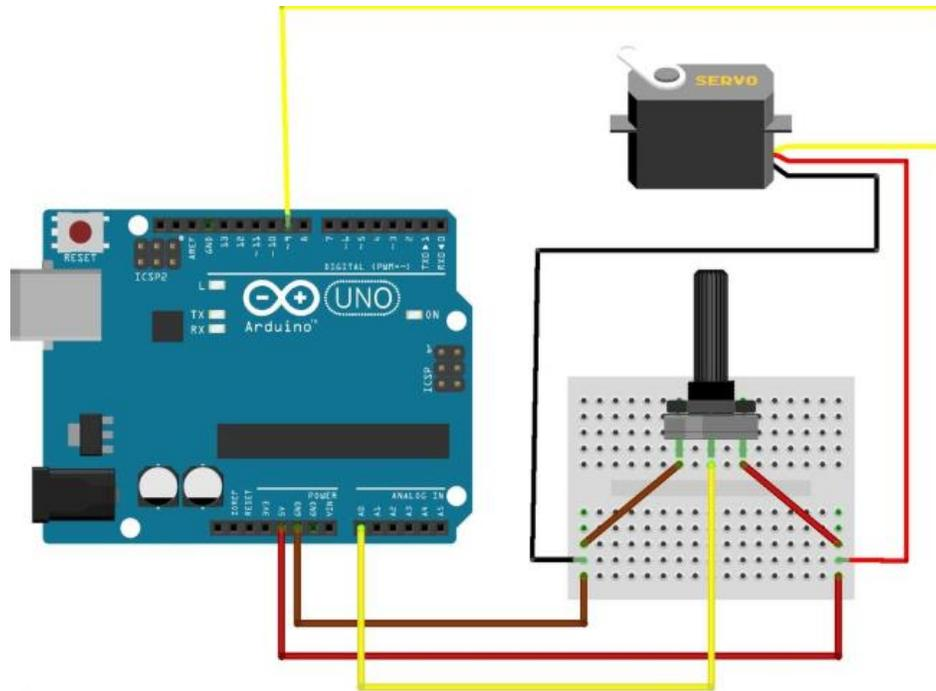

Figure 4: Montage servomoteur avec un potentiomètre
1. Connectez le servomoteur et le potentiomètre à la carte Arduino en utilisant le diagramme présenté à la Figure 4.